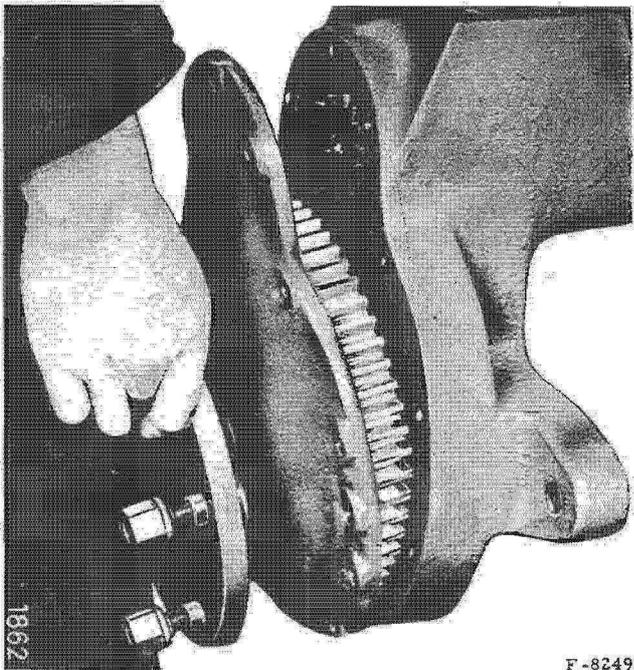

Fig. 18. - Dépose du carter de réducteur.
- Retirez le carter avec le réducteur (fig. 18).